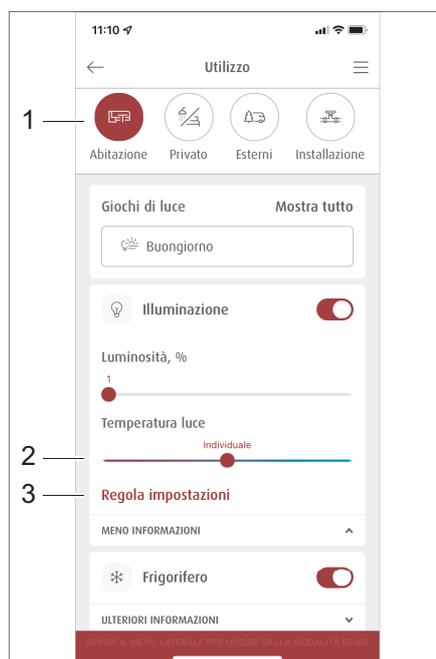
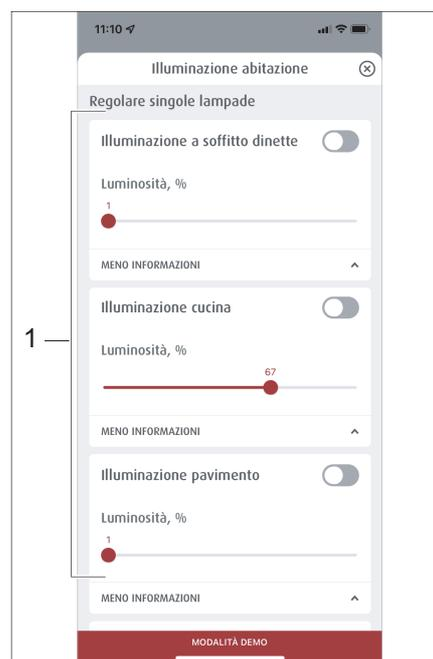

Fig. 283 Selezione di scenari precostituiti
Fig. 284 Gestione degli scenari
- Digitare nel menu *Utilizzo* il pulsante *Abitare* (Fig. 283,1).
- Digitare nel menu *Abitare* su *Impostazione personalizzata luci* (Fig. 283,3). Il menu *Impostazione personalizzata luci* (Fig. 284) si apre.
- Selezionare nella scelta di illuminazione (Fig. 284,1) l'illuminazione desiderata e impostare con il regolatore a scorrimento (Fig. 283,2) la temperatura della luce.